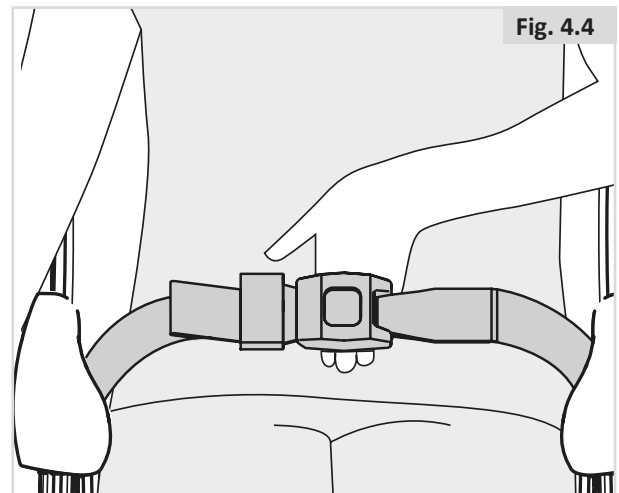

Fig. 4.4
- Pour le confort et la sécurité de l'utilisateur, tendez la ceinture de bassin de sorte à pouvoir seulement passer la main entre la sangle et les cuisses (Fig. 4.4).